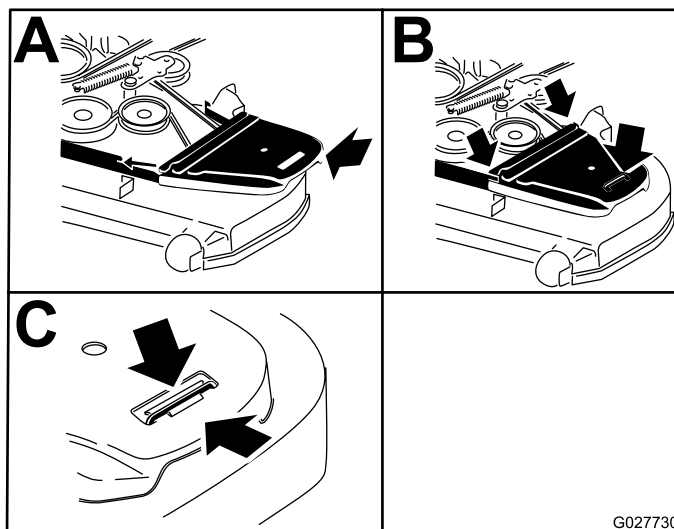

Figura 64
9. Instale las cubiertas de la correa (Figura 64).